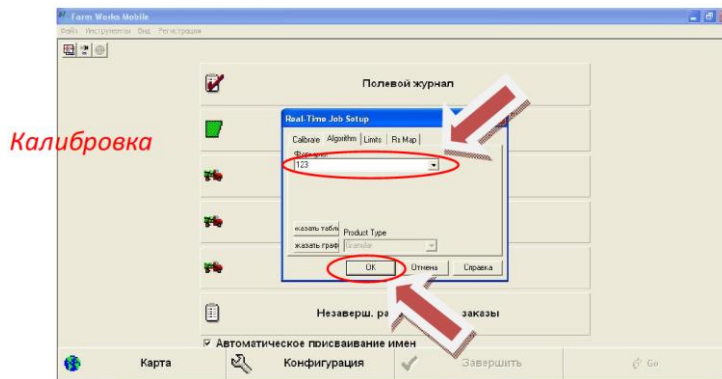

Рисунок 12.11 –
8. Переименовать _____, введя имя калибровки и подтвердить **ОК** (рисунок 12.11).